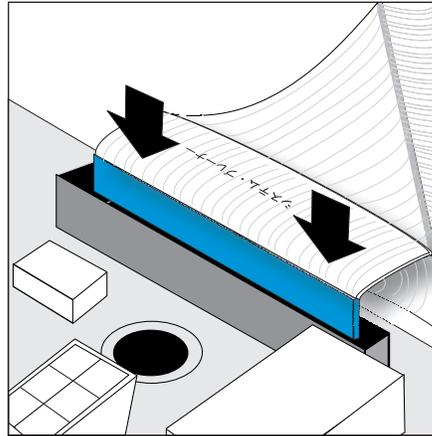

図 107. システム・ボードへのサービス・コントローラー・ケーブルの取り付け
- a. システム・ボード FRU キット内のすべての部品 (システム・ボード、プロセッサ (2)、VRM、ライザー・カード) を使用します。再利用するのは、ステップ 6 (214 ページ) で取り外した 4 つのメモリー・モジュールと、ステップ 4 (214 ページ) で取り外した 2 つのアダプター・アセンブリーのみです。
- e. ケーブルがまっすぐに装着されるように注意して、システム・ボードにリボン・ケーブルの一端 (「システム・プレーナー」のマークが付いている端) を慎重に取り付けます。217 ページの図 107 を参照してください。ケーブル・コネクター各端の青い線が見えないことを確認してください。